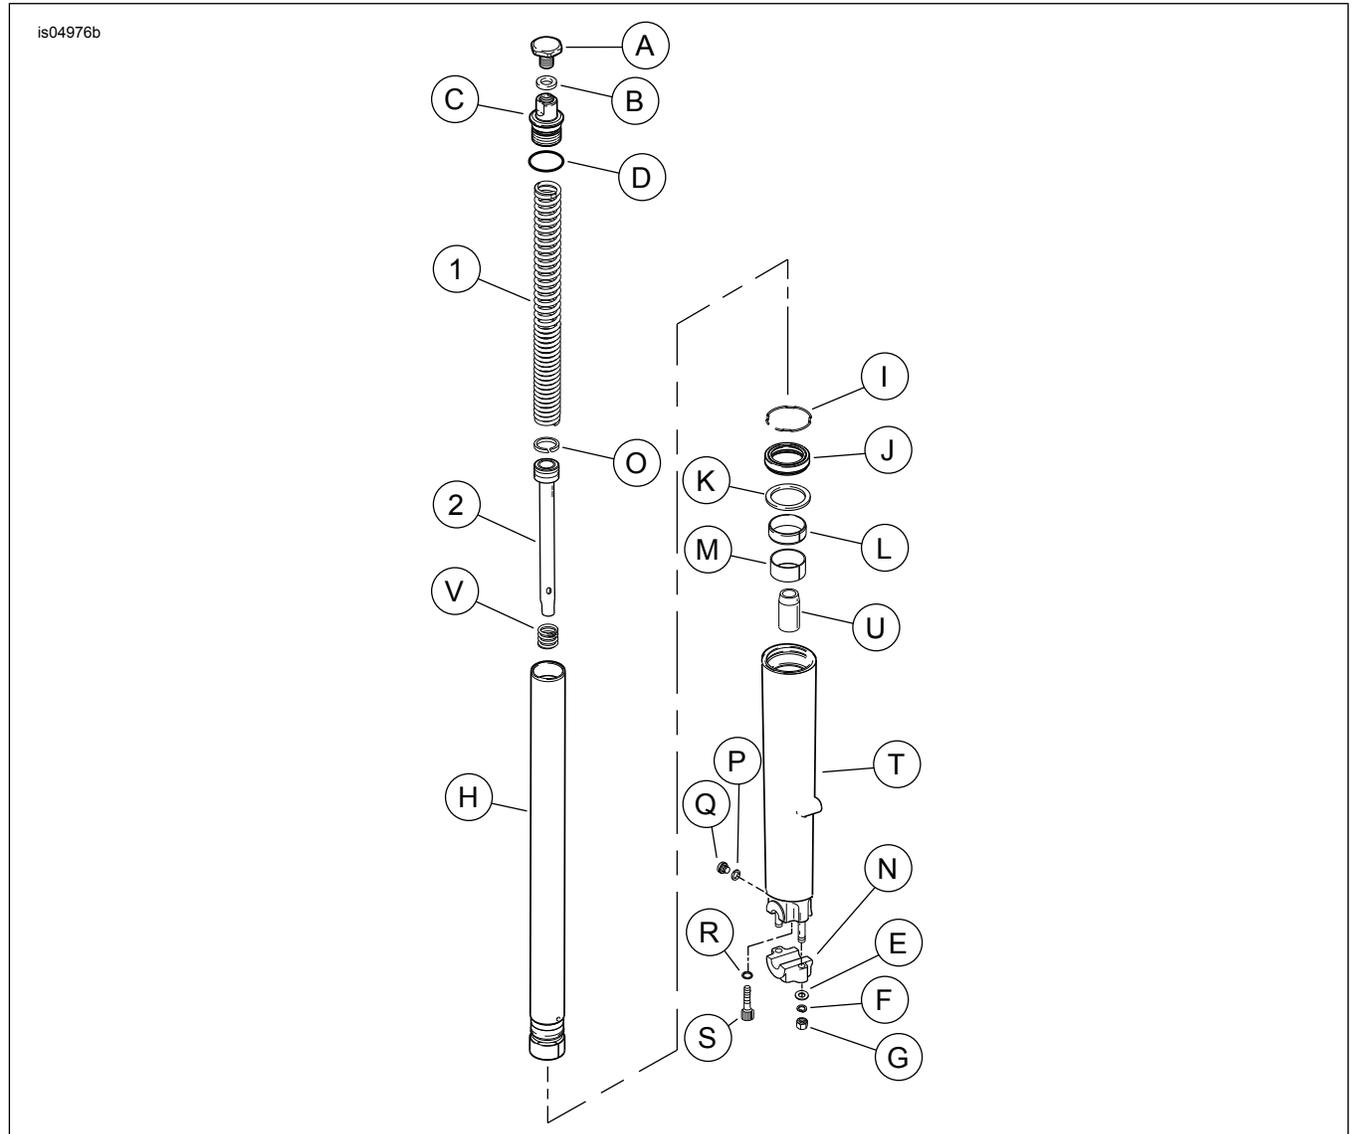

Abbildung 6. Ersatzteile: Road King Vorderrad-Tieferlegungssatz
Siehe Abbildung 6 und Tabelle 2.
2. Siehe Abbildung 6. Muttern (G), Sicherungsscheiben (F), flache Unterlegscheiben (E) und Achshalter (N) von den Bolzen am Ende des Gabelgleitrohrs (T) abbauen.
Schritte 4 – 16 gemäß der Abbildung 6 durchführen.
Das folgende Verfahren gemäß der Abbildung 6 durchführen.